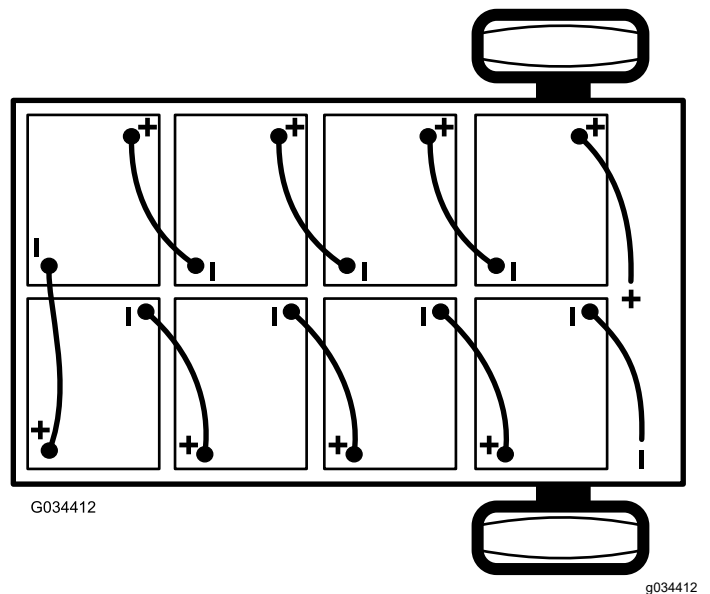

図 38
- バッテリーと車体のアース端子を接続しているメインのマイナスケーブル黒を、バッテリーから外す 図 38。
3. バッテリーと車体のメインコンタクトとを接続しているメインのプラスケーブル赤を、バッテリーから外す 図 38。
注 バッテリーを新しく積み込む場合には、極性に十分注意してください 図 38。
- 図 38 に示すように、1 で外した中間接続ケーブルを使ってバッテリーを相互に接続する。
- 車体に接続されているメインのプラスケーブル赤を、バッテリーに接続する 図 38。
- 車体のアース端子に接続されているメインのマイナスケーブル黒を、バッテリーに接続する 図 38。